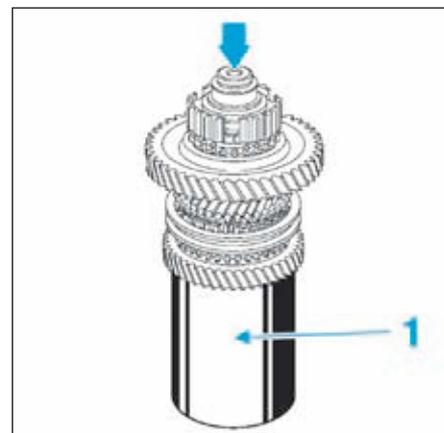

FIG.35
- Déposer l'ensemble «bagues - pignons - moyeux» à l'aide d'un mandrin de diamètre approprié (1) indice "L" faisant parti du coffret [1] (Fig.35).